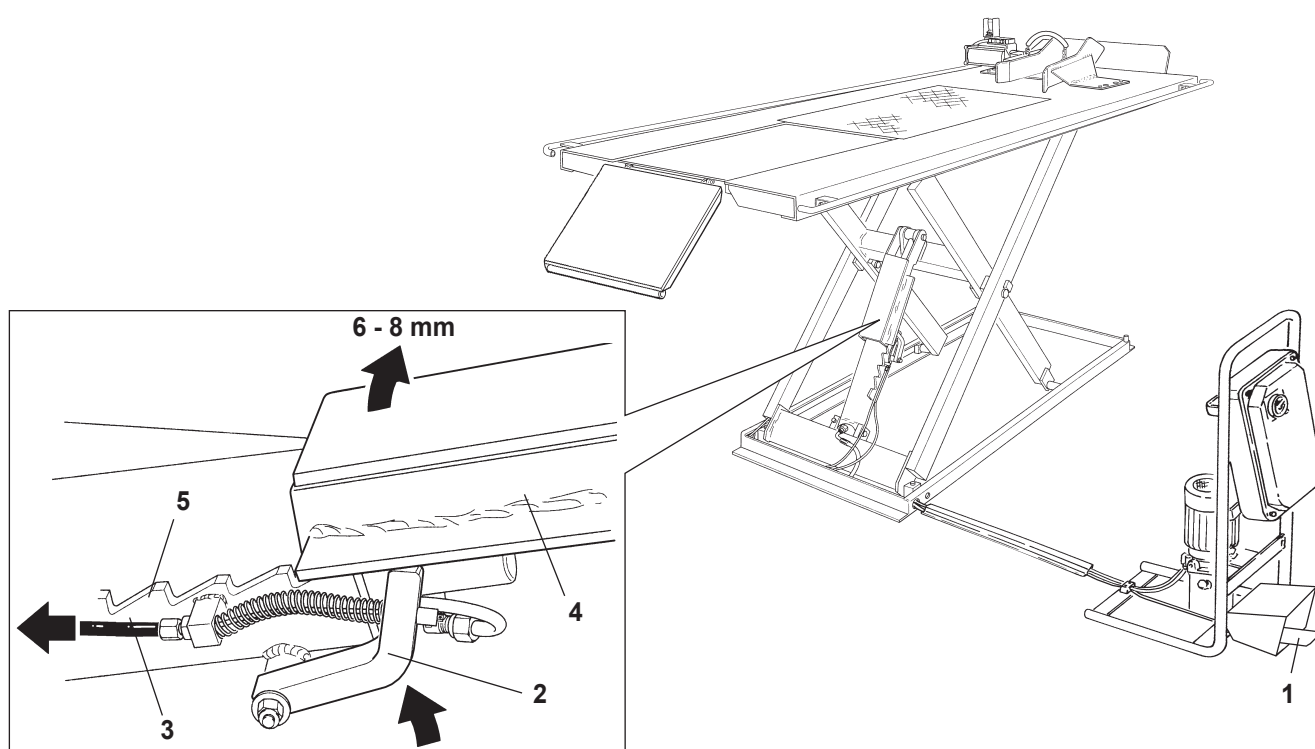

Fig.11
- Passare il cavo di alimentazione attraverso il pressacavo sul fondo del quadro elettrico e collegare i fili alla morsettiera (vedi schema elettrico e fig. 11) rispettando la corrispondenza numerica.
- Mettere in tensione la linea di alimentazione, portare l'interruttore generale (1) in posizione "1"; premere il pulsante di salita (2), controllando che il senso di rotazione del motore sia quello indicato dalla freccia (A) posta sulla calotta dello stesso. Se ciò non si verifica, invertire due fasi nel cavo di alimentazione.
- Slide the supply cable through the cable clamp on the side of the electric panel and connect the wires to the terminal board (see wiring diagrams and fig. 11) matching the numbers.
- Turn on the power supply at the mains. Turn the main switch (1) to "1". Press the up button (2) and check that the direction of rotation of the motor is as shown by the arrow (A) on the motor cover. If not, reverse the two phases of the power supply cable.
- Das Speisekabel unten am Schaltkasten durch die Kabelklemme führen und die Drähte am Klemmbrett unter Beachtung der Numerierung anschließen (siehe Schaltplan und Abb. 11).
- Die Versorgungslinie unter Spannung setzen und den Hauptschalter (1) auf "1" stellen; die Aufwärtstaste (2) drücken, wobei darauf geachtet werden muss, dass die Motordrehrichtung mit der des auf der Haube angebrachten Pfeils (A) übereinstimmt. Sollte dem nicht so sein, die zwei Phasen des Speisekabels vertauschen.
- Enfiler le câble d'alimentation dans le serre-câble situé sur le côté du tableau électrique et raccorder les fils à la barrette de connexion (voir schéma électrique et fig. 11) en respectant la correspondance numérique.
- Mettre la ligne d'alimentation sous tension: mettre l'interrupteur principal (1) sur la position "1"; appuyer sur le poussoir de montée (2) en contrôlant que le sens de rotation du moteur correspond à celui indiqué par la flèche (A) située sur la calotte de ce dernier. Dans le cas contraire, inverser deux phases du câble d'alimentation.
- Pasar el cable de alimentación a través del prensa cable en la parte trasera del cuadro eléctrico y conectar los cables al tablero de bornes (véase esquema eléctrico y fig. 11) respetando la correspondencia numérica.
- Poner en tensión la línea de alimentación, colocar el interruptor general (1) en la posición "1", presionar el pulsador de subida (2), controlando que el sentido de rotación del motor sea aquello indicado por la flecha (A) ubicada en la tapa del motor. Si esto no ocurre, invertir dos fases en el cable de alimentación.